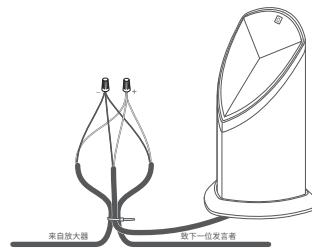

图 8
- 剪切左扬声器或右扬声器的两根电线(参见下表),剥去埋地线裸露端 3/4 英寸的绝缘层,然后从相应扬声器尾纤的端部剥去 3/4 英寸的绝缘层(见图 8)。
- 制作一个大约 10 英寸的环路,使用扎带将线环和扬声器尾纤固定到位,以消除应力,如图 8 所示。